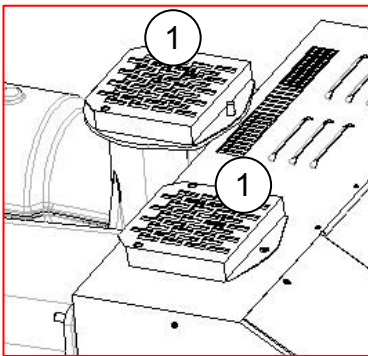

Abb.: 32
**Das Gerät wird generell ohne Abgasstutzen geliefert, ( siehe Abbildung 32).**